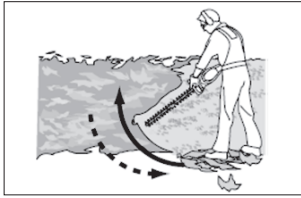

Fig.1
2. Tenere sempre saldamente il prodotto con entrambe le mani sull'impugnatura anteriore (1) e sull'impugnatura posteriore (4). Non utilizzare mai questo prodotto con una sola mano.
4. Prima tagliare entrambi i lati dal basso tagliando verso l'alto verso l'alto. Ciò eviterà che una qualsiasi delle talee cada nel percorso dell'area ancora da tagliare (Fig. 1).